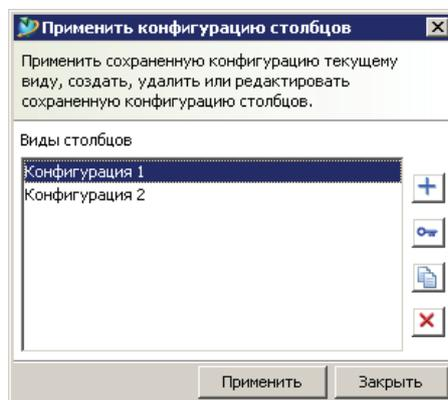

Рисунок 12.13
- в открывшемся диалоговом окне выбрать конфигурацию столбцов, которая должна быть отображена, и нажать кнопку **Применить**, чтобы применить конфигурацию, и **Заккрыть**, чтобы закрыть диалоговое окно (рис. 12.13).